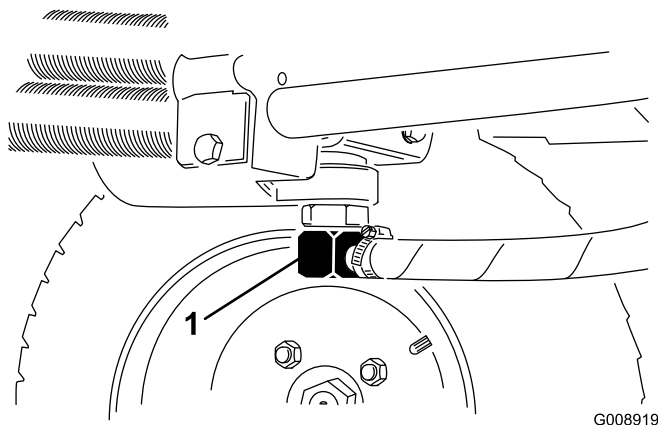
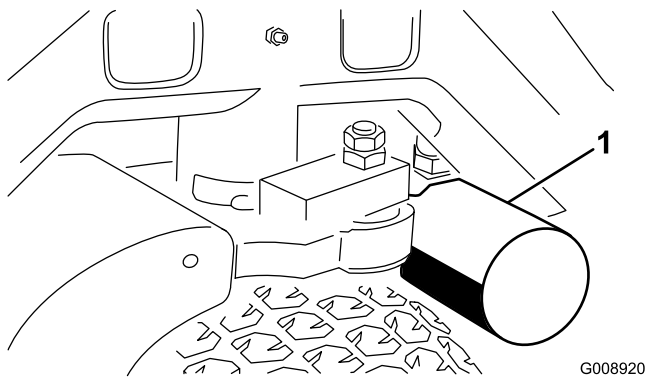

Figura 69
Figura 70
2. Desconecte el tubo hidráulico (Figura 69) o retire el filtro hidráulico (Figura 70) y deje fluir el aceite hidráulico en un recipiente apropiado.
4. Coloque un recipiente debajo del filtro (Figura 70) y retire el filtro.